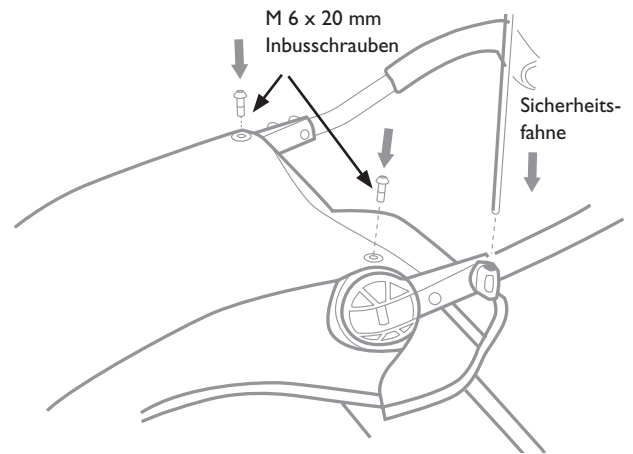

Abbildung 13
2. Platzieren Sie das Verdeck so auf dem Rahmengestänge, dass die Drehgelenke des Multifunktionsbügels vollständig aus den Öffnungen am oberen Seitenrand des Verdecks ragen (s. Abbildung 13).
3. Richten Sie die oberen Verdeckösen auf die Gewindebuchsen in den zur Anhängermitte verlaufenden Kunststoffträgern der Drehgelenke aus (s. Abbildung 13).
4. Führen Sie die mitgelieferten M 6 x 20 mm Inbus-Befestigungsschrauben durch die Verdeckösen in die Gewindebuchsen ein (s. Abbildung 13).